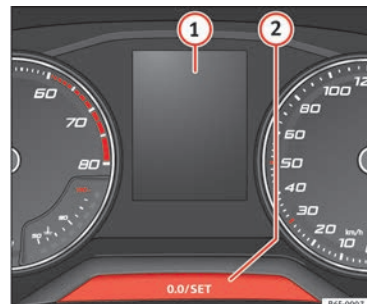

Fig. 50 Cuadro de instrumentos
La indicación de los intervalos de servicio aparece en la pantalla del cuadro de instrumentos » fig. 50 ①.